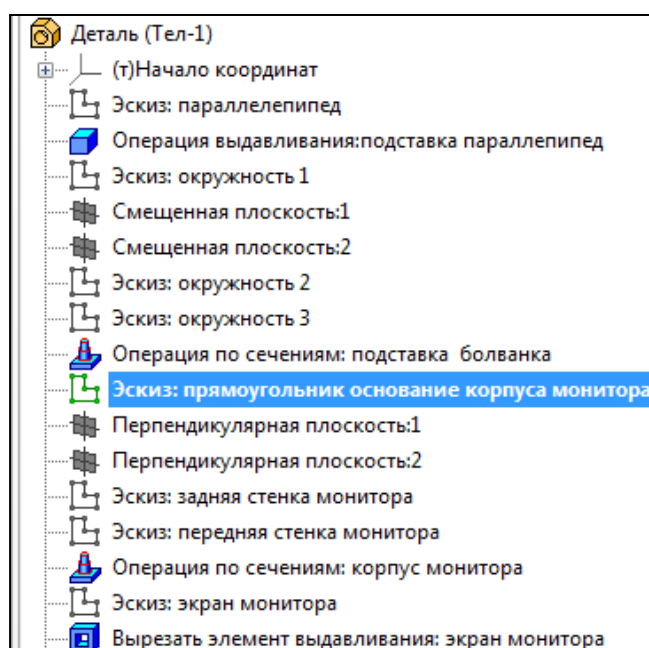

Рис. 36 Дерево построения модели «Монитор».
(рис. 36).
5. **Внимание!** В дереве построений имеются 3 эскиза: окружности 1, 2, 3. **Операция – По сечениям.** В строке параметров щелчком мыши выделить параметр Объекты, затем щелкнуть мышью в дереве построений по значкам эскизов окружностей 1-3. Предварительно посмотреть результат кнопкой Поворот. Закончить создание элемента По сечениям. Получим «болванку» и в целом - подставку для монитора (рис. 36).